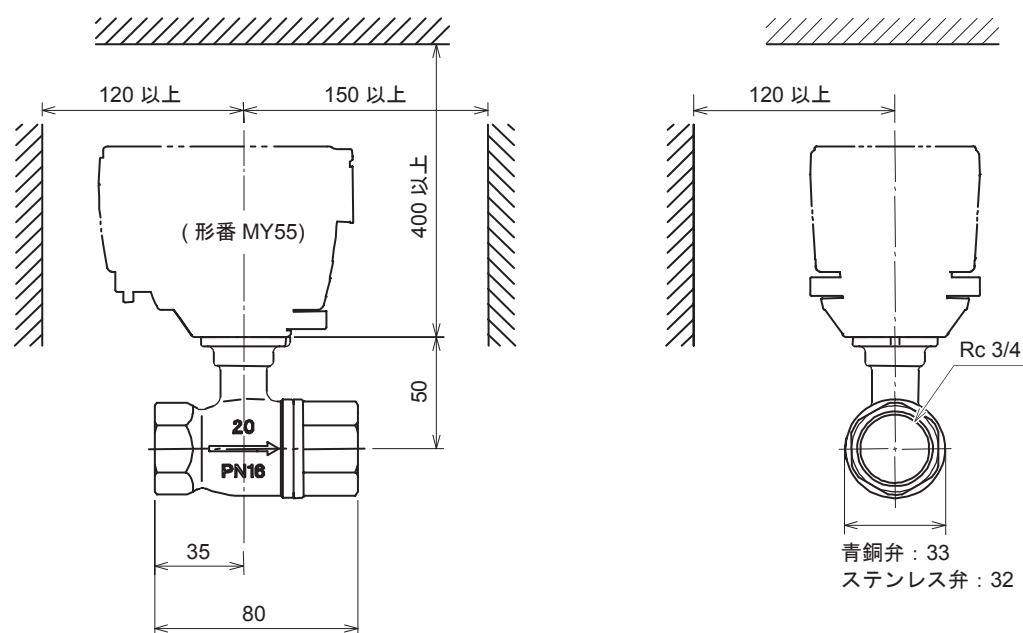

図3 アクチュエータ外形寸法図 (mm)
* 保守・点検の行える最小余裕寸法は、『図3 アクチュエータ外形寸法図 (mm)』を参照してください。